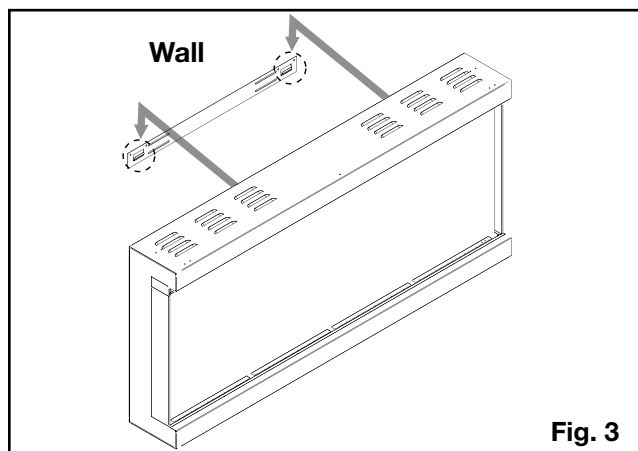

Fig. 3
5. Une fois le support de fixation murale installé, demandez à deux personnes de soulever l'appareil et d'insérer les crochets du support dans les fentes situées à l'arrière de l'appareil (**Fig. 3**).